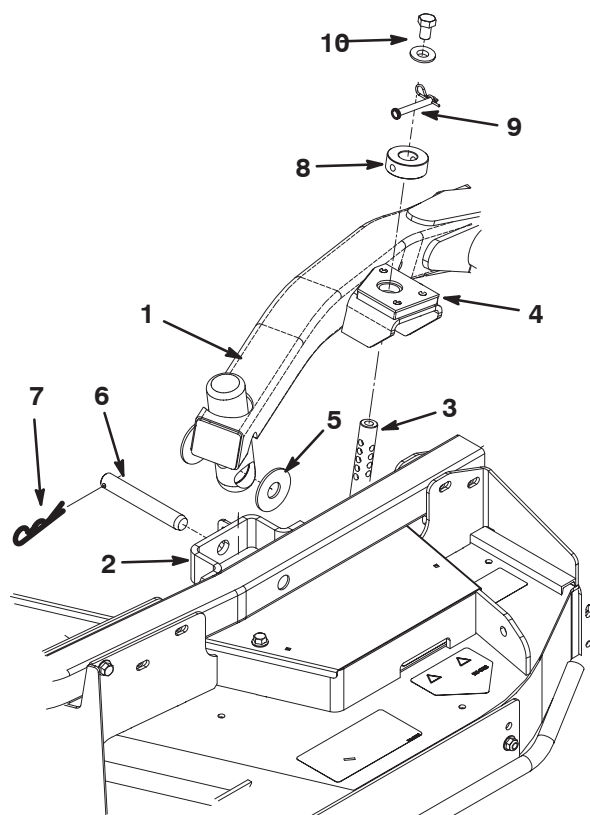

Figure 25
4. Placez le levier de levage en position de flottement. Poussez un bras de levage vers le bas jusqu'à ce que ses trous soient alignés sur ceux du support du bras pivotant ; la tige de réglage de hauteur de coupe peut alors être introduite dans les patins du bras de levage (Fig. 25).
5. Fixez le bras de levage au bras pivotant avec (2) rondelles de butée, un axe de chape et une goupille fendue. Interposez les rondelles de butée entre le bras de levage et le support de bras pivotant (Fig. 25). Insérez l'extrémité de la goupille fendue dans la fente de la patte du bras pivotant pour retenir la goupille fendue.
9. Montez les bagues de hauteur de coupe sur les tiges de hauteur de coupe et fixez-les avec les axes de chape et les goupilles fendues (Fig. 25). La tête de l'axe de chape doit être dirigée vers l'avant du plateau.
10. Installez une vis de 1/2 x 3/4 pouce et une rondelle en haut de chaque tige de hauteur de coupe (Fig. 25).